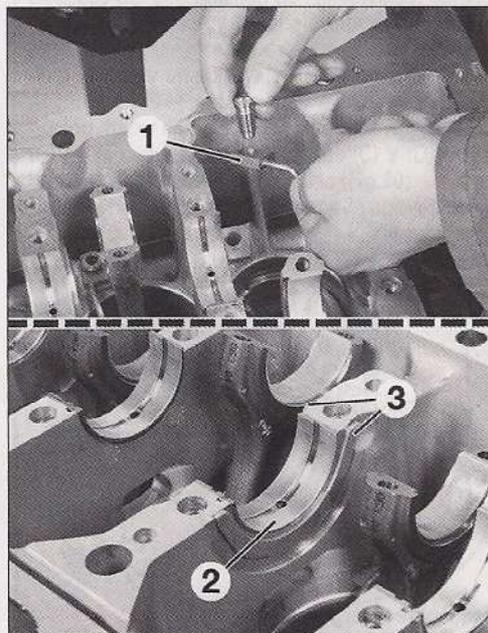
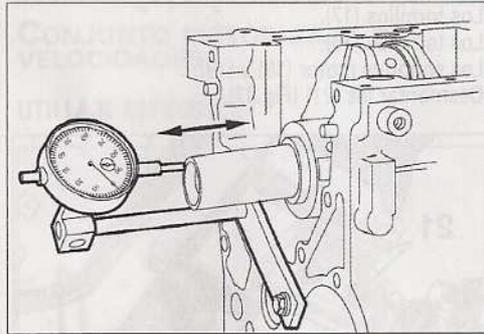

FIG. 98
FIG. 99
- Montar los surtidores de fondo de pistones (1) (Fig.98).
- Montar en el bloque motor los cojinetes (2) ranurados, aceitados, según la clase determinada para cada apoyo.
- Colocar en ambos lados del apoyo nº2 (lado volante motor), los separadores de reglaje (3) del juego axial con la cara ranurada lado cigüeñal.
- Comprobar el juego axial del cigüeñal (Fig.99). Si está fuera de tolerancias (ver “Características”), medir el espesor de los separadores de juego axial y cambiarlos. Si los separadores son correctos, comprobar el cigüeñal y el bloque motor.